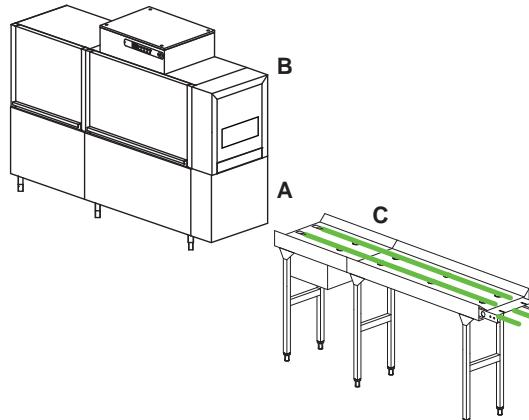

fig. 2
A) Assiemaggio delle parti (fig. 2):
B) Connessioni elettriche su morsettiera (fig. 2 (A) e fig. 3):